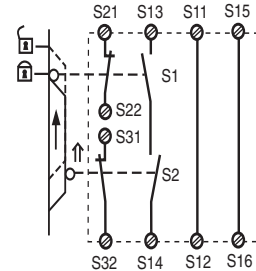

Fig. 7: Control de puerta protectora bicanal, rearme automático/Controllo bicinale riparo mobile, start automatico/Tweekanalige hekbewaking, automatische start
- Fig. 7: Rearme automático para el control de puerta protectora: El dispositivo está preparado para rearmarse con la puerta de protección abierta por medio del circuito de rearme S13-S14. Después de cerrarse los circuitos de entrada S21-S22 y S31-S32 se cerrarán los contactos de seguridad.
- Fig. 7: start automatico per controllo ripari mobili: Con riparo mobile aperto, il dispositivo è pronto per lo start attraverso il circuito di start S13-S14. Dopo la chiusura dei circuiti di ingresso S21-S22 e S31-S32 i contatti di sicurezza vengono chiusi.
- Fig. 7: Automatische start bij hekbewaking: Het apparaat is bij geopend hek via het startcircuit S13-S14 startklaar. Na sluiten van de ingangscircuits S21-S22 en S31-S32 worden de veiligheidscontacten gesloten.